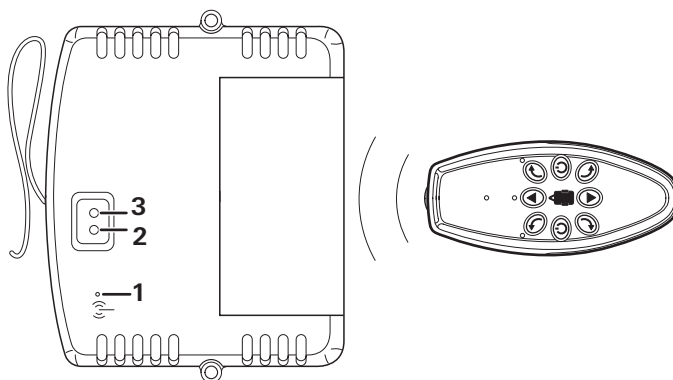

Bild 12
- Tryck på reset-knappen (bild 12 - 1) på styrenheten med ett tunt föremål, till exempel styrenhetens antenn. Den gröna och den röda LED-lampan (bild 12 - 2/3) på styrenheten blinkar nu omväxlande.